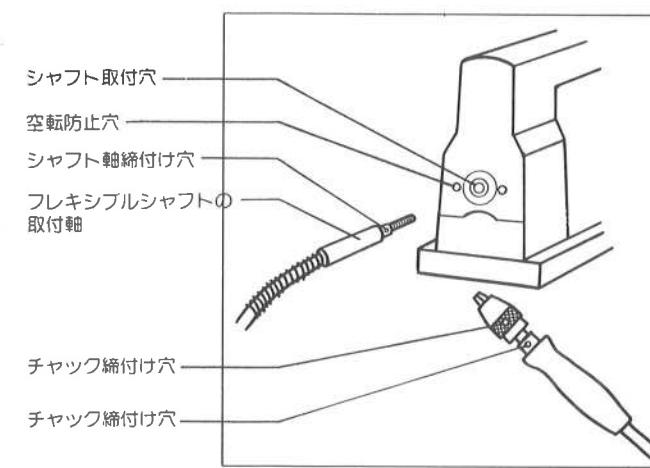

図12
- (2)ソーブレードに向けて小さい圧力で、スムーズに送り込んで切削してください。
- (3)切削材の厚さは、25%以下のとき一番良い切削効果が得られます。
- (4)テーブルを傾斜したときの切削、また切削材の厚みが25%を超えるときの切削は、まず押し付け装置を取り外します。このときの切削は手で切削材を確実に押えることが必要です。又、ゆっくり送り込んで切削してください。ブレードの曲がりやネジレを避けてください。手と指の位置もブレードからの安全距離を保って作業してください。
■ 本機専用フレキシブルシャフトの取付方法(別売)(図12参照)
- (1)本体後面のフレキシブルシャフト取付穴に、フレキシブルシャフトの取付軸を差し込み、右に回すと締まります。